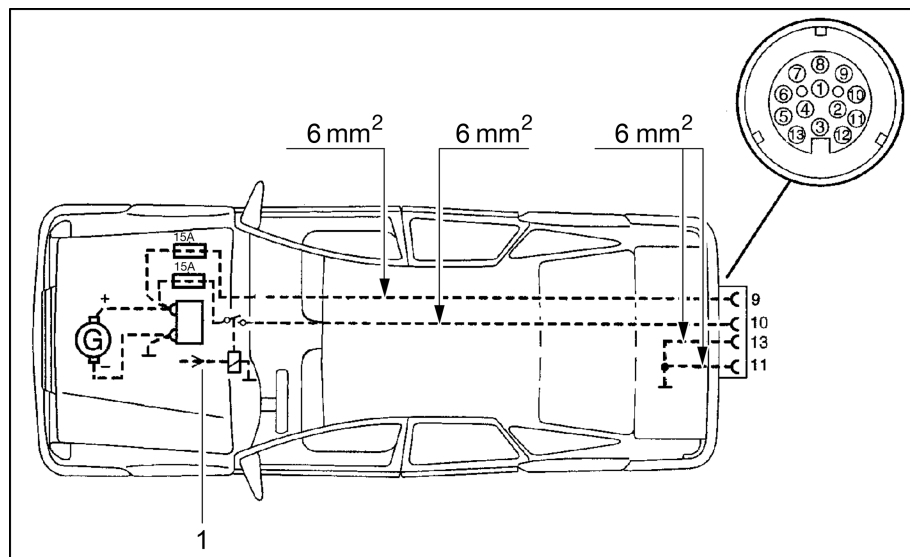

Bild 100 Dragfordoninstallationschema
- ▷ Installera rätt kabelarea och ett relä för strömförsörjningen (styrd av tändningslåset) i dragfordonet (se Bild 100).